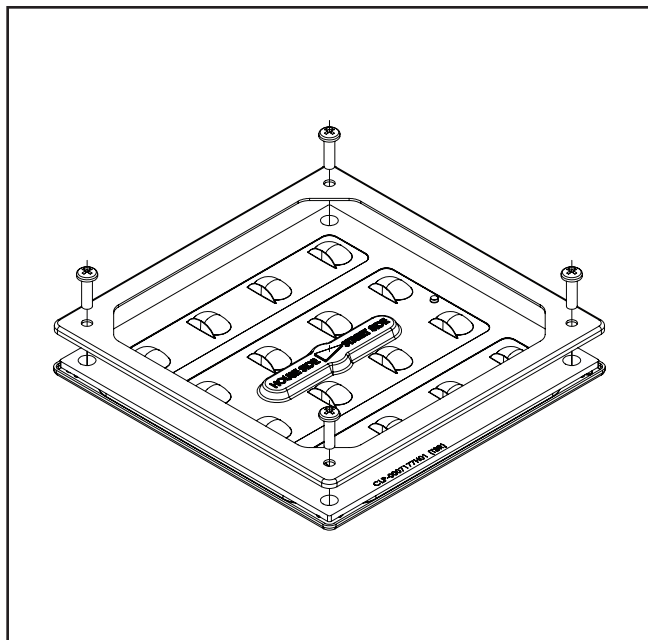

Figure 1.
3. En maintenant la plaque de la garniture ou le bouclier en place (s'il y en a un), fixez l'ensemble au dissipateur thermique à l'aide des quatre vis (Figure 1).